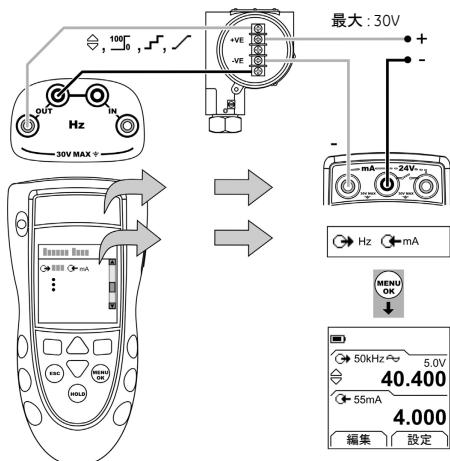

図3：構成例—外部ループ電源を使用するトランスマッタ校正
1. 本計器を接続し(図 3 または 4)、必要に応じて セットアップ(表 1)を行います。